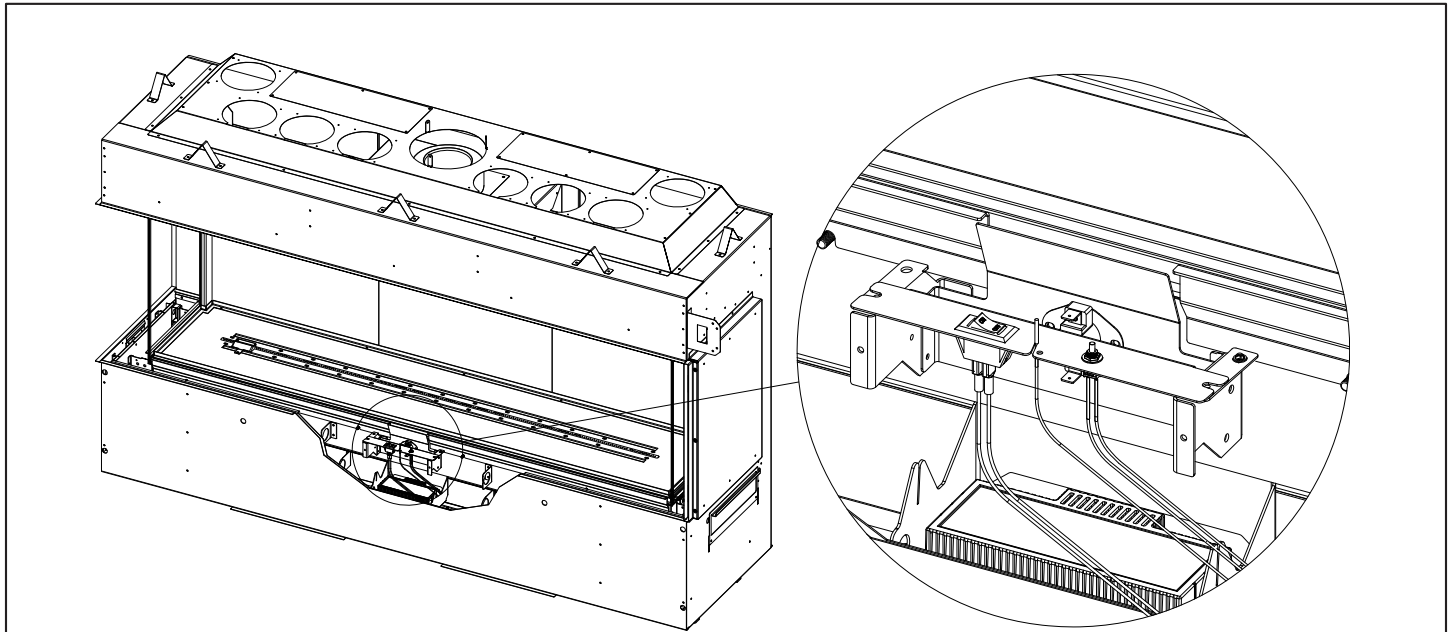

Figure 4.17 - Panneau d'interrupteurs
4. Retirez les (2) vis à métal qui retiennent le panneau d'interrupteurs. Soulevez ce panneau de son support de fixation et repérez les fentes dans les fixations du module de contrôle. Insérez le panneau d'interrupteurs dans ces fentes pour le tenir en place durant le retrait du panneau de contrôle (position rétractée). Figures 4.17 et 4.18.